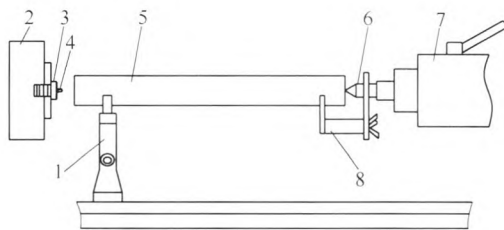

图5 车床上钻轴中心孔的快速法
(2) 在车床上钻轴中心孔的快速工艺（见图5）：一般在车床上钻轴的中心孔时是将工件夹持在卡盘上，而将其外伸出端放在中心架上；现在反过来使用，即将中心钻头从尾架移至床头，中心架靠近卡盘，用一可调的“掣子”安装在尾架锥孔内以支承工件的外端。
将中心钻放入床头的轴套内，中心架靠近它安放，中心架的顶部或是去掉或是打开。中心架和尾架的 V 形架调到使工件中心同车床中心高一致。V 形架的位置无关重要。然后将工件轴放入此装置，如图5所示，用手使尾架进给，将工件推入中心钻。中心钻上的止环可以控制加工的深度。